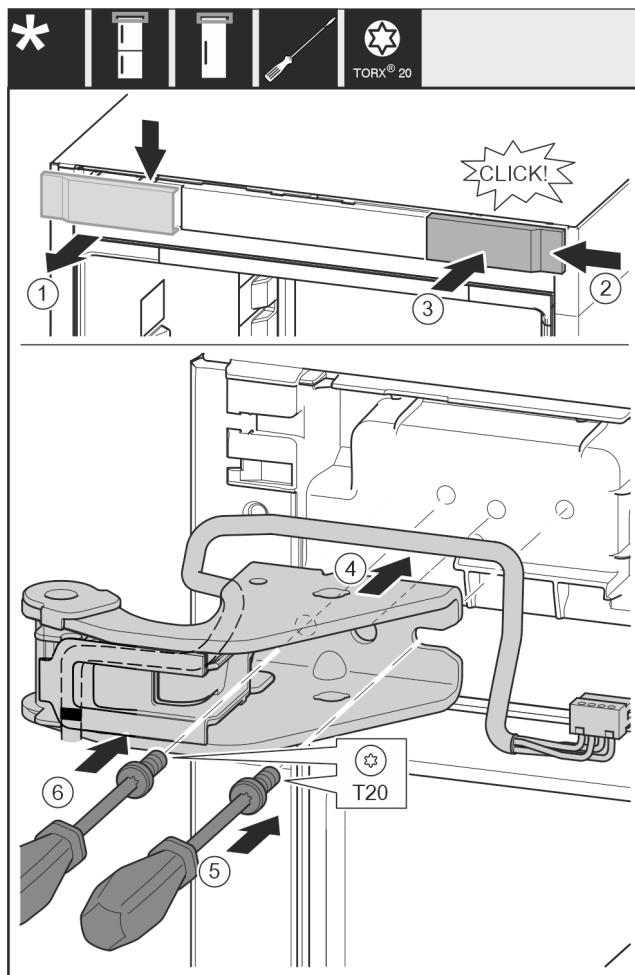

Fig. 20
- Зніміть кришку вгорі вперед. Fig. 20 (1)
- Почекіть кришку, що повернута на 180°, з іншого боку праворуч. Fig. 20 (2)
- Зафіксуйте кришку. Fig. 20 (3)
- Встановіть верхній опорний кронштейн. Fig. 20 (4)
- Встановіть та закрутіть гвинт за допомогою викрутки T20. Fig. 20 (5)
- Встановіть та закрутіть гвинт за допомогою викрутки T20. Fig. 20 (6)